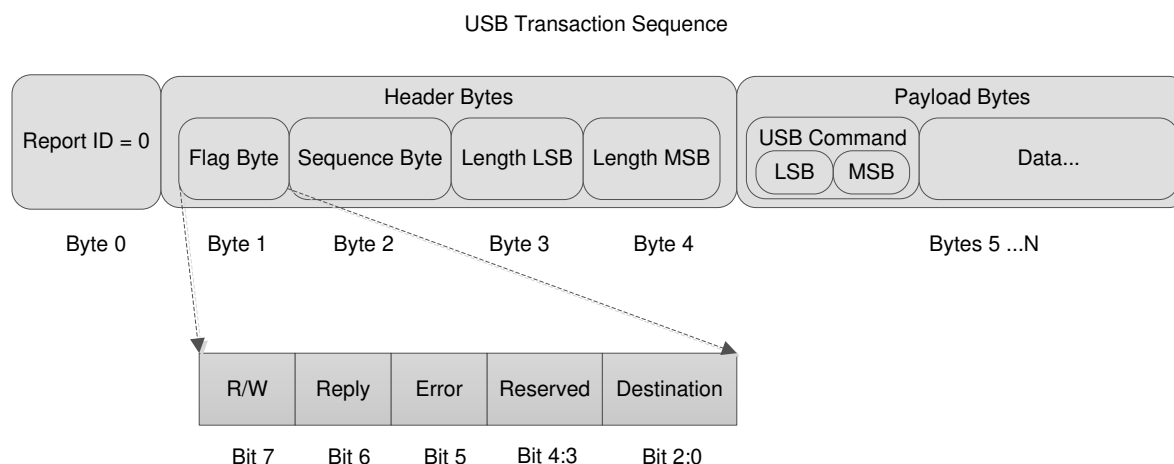

图 1-4. USB HID 协议
USB 1.1 HID 协议具有图 1-4 中所示的结构。主机必须构建字节流，它由报告 ID、标头和有效载荷组成。以下是对这三个部分的描述。
1) 标记字节：图 1-4 展示了这些字节，并且节 1.2.2 和节 1.2.3 中的读取和写入示例描述了这些字节。